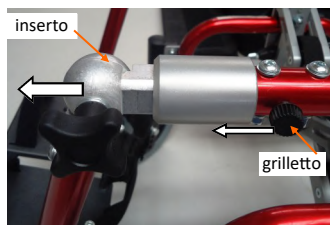

fig. 23.2: Disinserimento tubo poggiagamba
• **Disinserimento** (fig. 23.2)